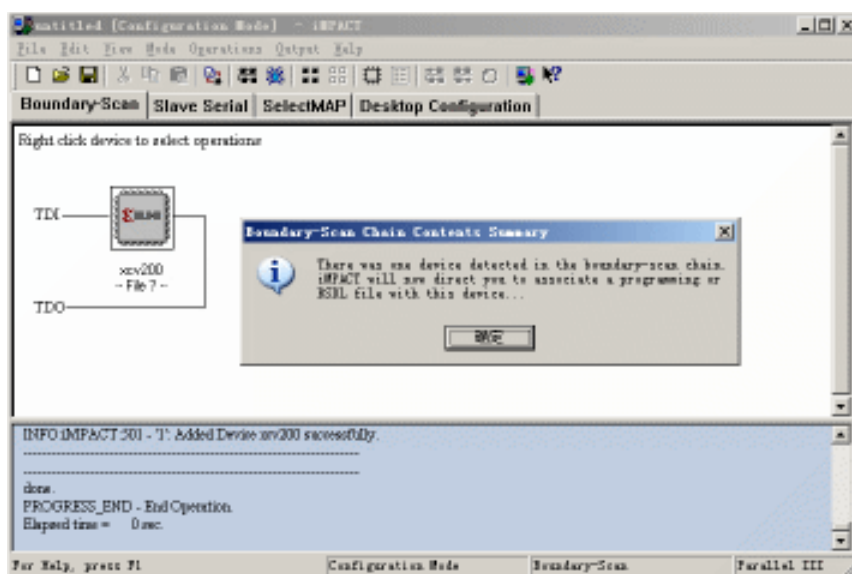

图7-25 显示实际的边界扫描链
3. 【Boundary-Scan Mode Selection】对话框包含两个单选项，用于确定如何得到边界扫描链的结构。第一项是自动连接电缆并识别边界扫描链的结构，第二项是手工输入边界扫描链。由于手工输入比较麻烦、容易出错，因此在计算机连接了硬件电路时应尽可能选择第一项。这里选择了自动识别边界扫描链，单击 **完成** 按钮，iMPACT 将显示实际的边界扫描链的结构，同时提示将为边界扫描链中的器件指定配置文件，如图 7-25 所示。